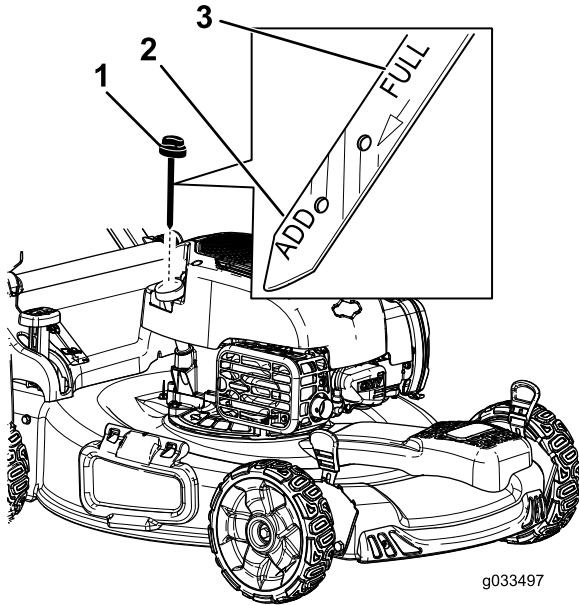

図 5
2. キャップを左に回してディップスティックを抜き取る 図 5。
6. ディップスティックの目印で油量を点検する 図 5。